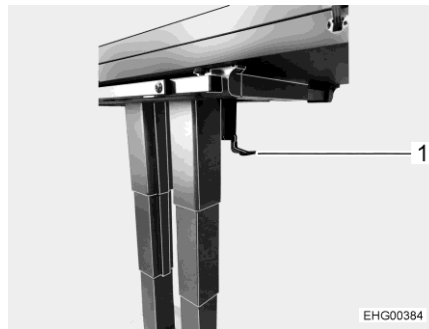

Bild 94 Tisch, Unterseite
- Den Verriegelungshebel (Bild 94,2) nach unten klappen.